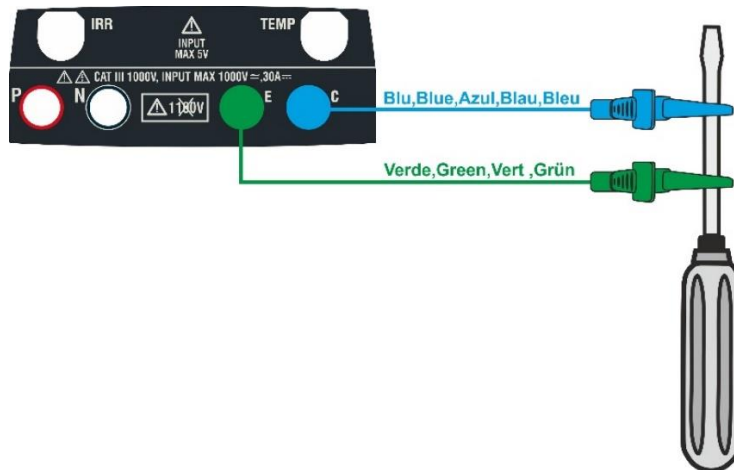

Fig. 5: Compensazione della resistenza dei cavi di misura
2. Connettere i cavi di misura tra di loro come mostrato in Fig. 5